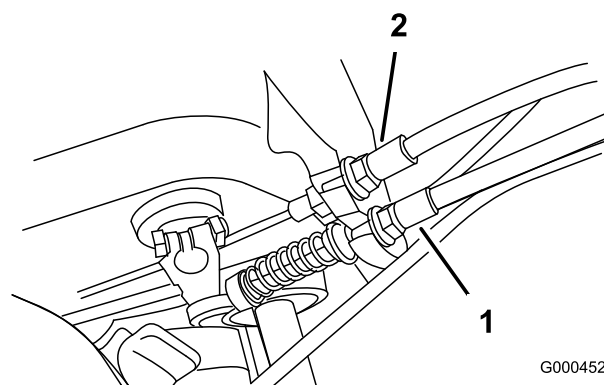

Figura 29
2. Per aumentare la tensione del cavo allentate il controdado del cavo anteriore e serrate il controdado del cavo posteriore (Figura 29) finché non occorre una forza di 2,7 – 4 kg. per innestare il freno. La forza viene misurata al pomello della leva. Non regolate eccessivamente, perché la cinghia del freno potrebbe opporre resistenza.